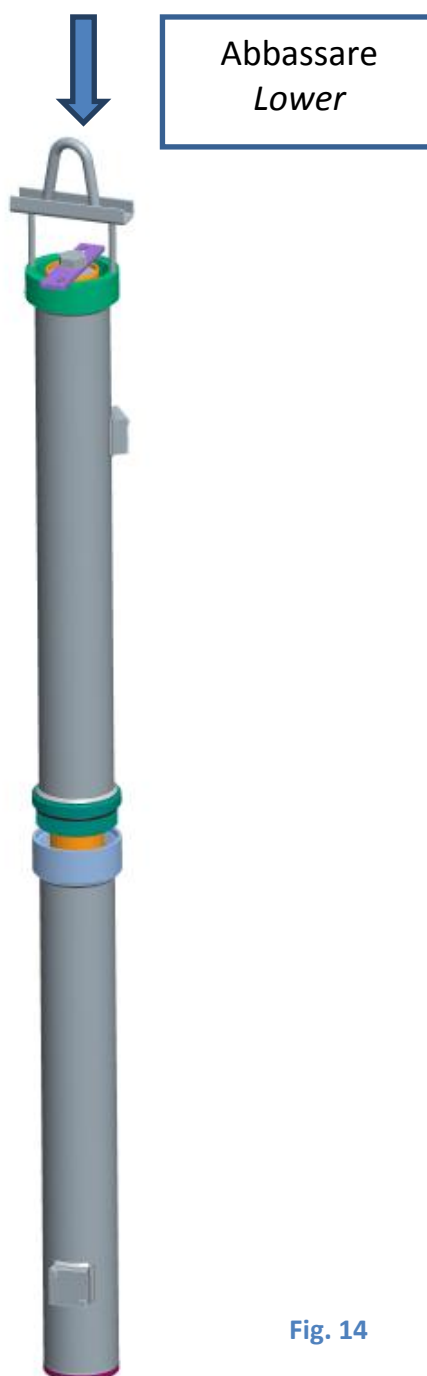

Fig. 14
5. Abbassando leggermente la parte superiore, mandare in appoggio lo stelo con il fondello camicia (Fig. 14).
Lowering slightly the upper part, lay the rod on the end of cylinder (Fig. 14).